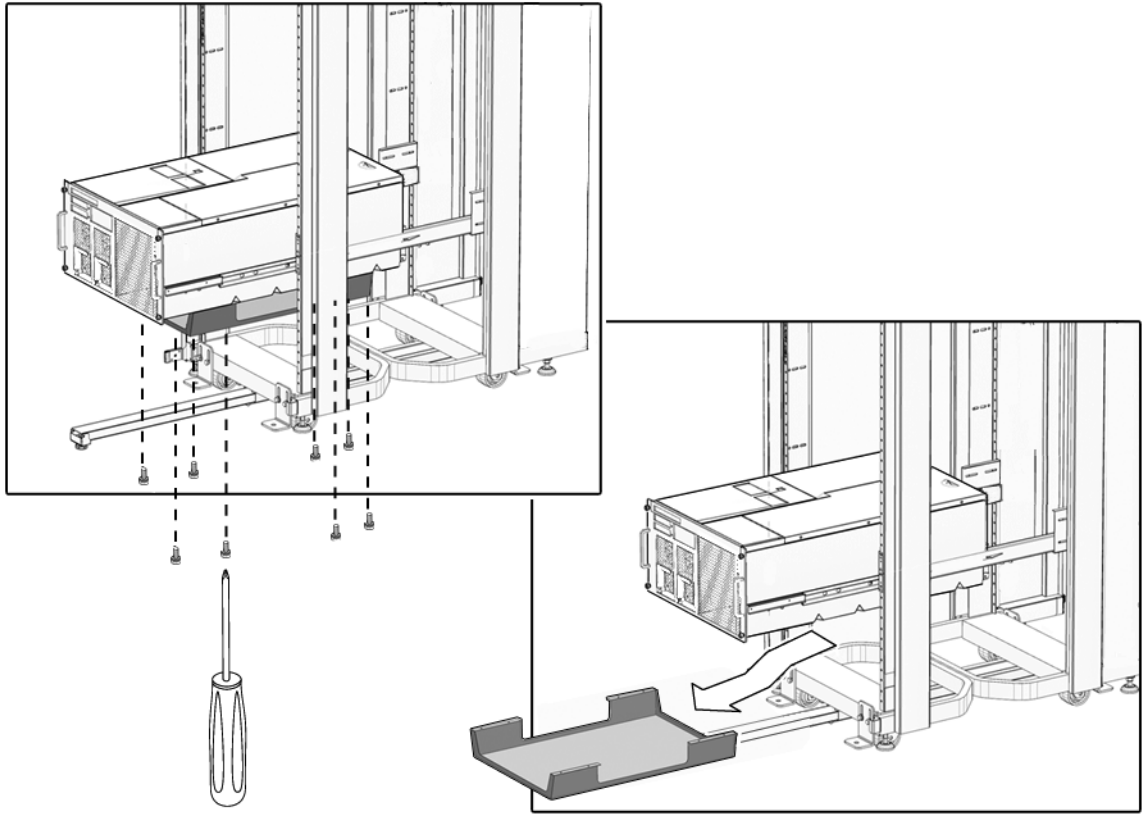

图 2-6 拆除底座
- b. 使用六 (6) 颗 M4 螺丝（每侧各三颗）固定滑轨。
8. 将底座从服务器底部拆除。（图 2-6）